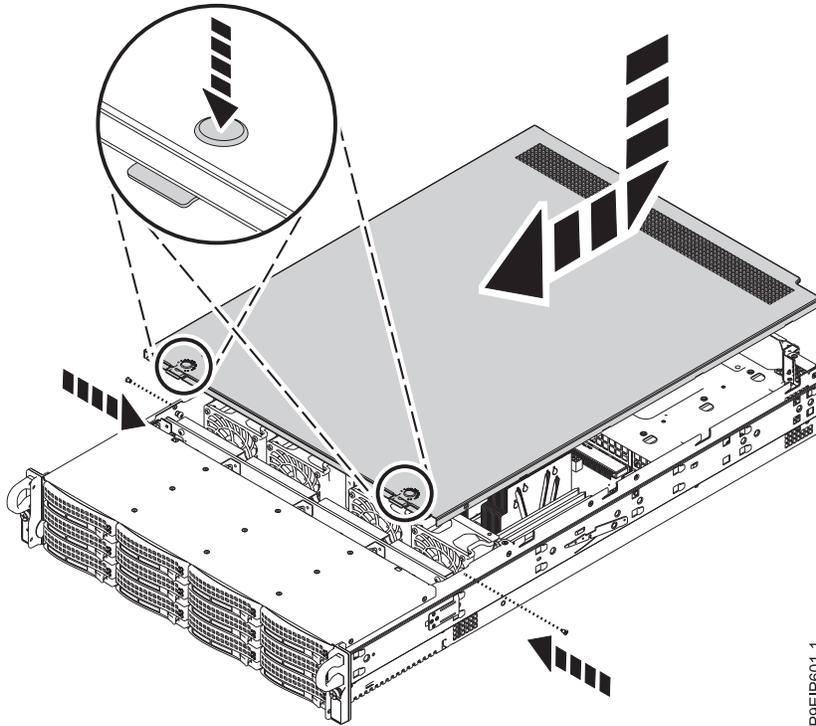

Figura 107. Sustitución y fijación la cubierta
2. Deslice la cubierta hacia adelante hasta que encaje en su sitio, como se muestra en la Figura 107 en la página 111.